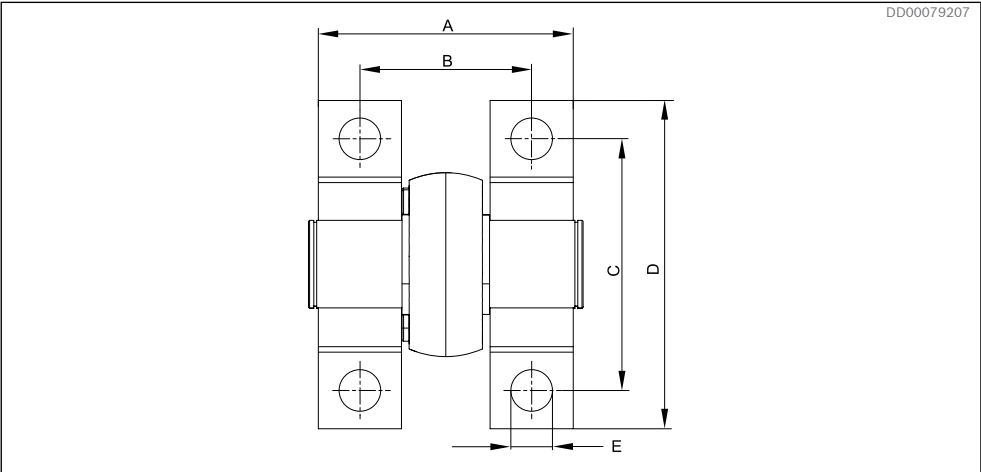

Fig. 32: Padrão de furação da conexão articulada e do cilindro hidráulico para DTCBM 1600 a DTCBM 4000
- 2 Padrão e dimensões de furação para fixação ao solo, consulte a Fig. 32 e Tabela 10.